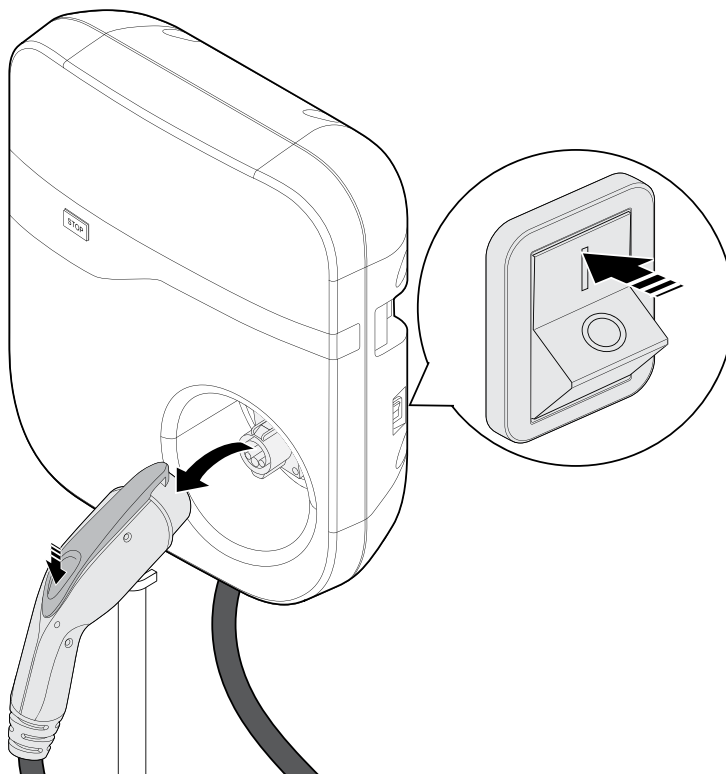

Figure 6-1. Allumage de la station de charge de niveau 2 Bosch et retrait de la fiche
1. Voir la Figure 6-1. Allumez l'interrupteur de la station de charge de niveau 2 Bosch. Patientez 3 secondes que le voyant passe au vert.